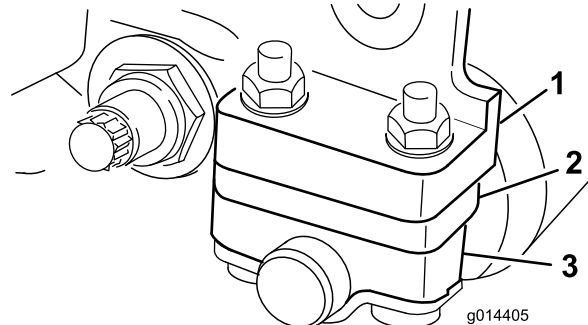

図 8
1. 刈り高さと下刃の選択表 (ページ 10) に従って、サイドプレート取り付けフランジ (図 8) の下に必要な枚数のスペーサーを入れて、後部ローラーブラケットを希望の刈高範囲に調整する。